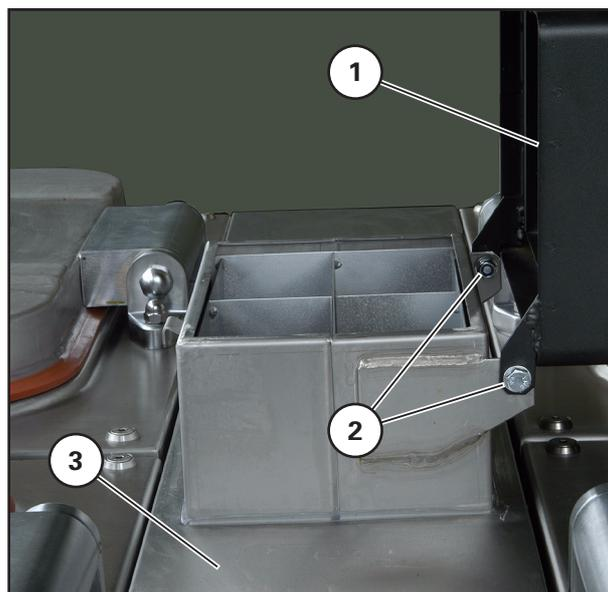

Bild 41 Kamin und Kaminmodul
5. Kamin wieder am Kaminmodul anschrauben (Bild 41).